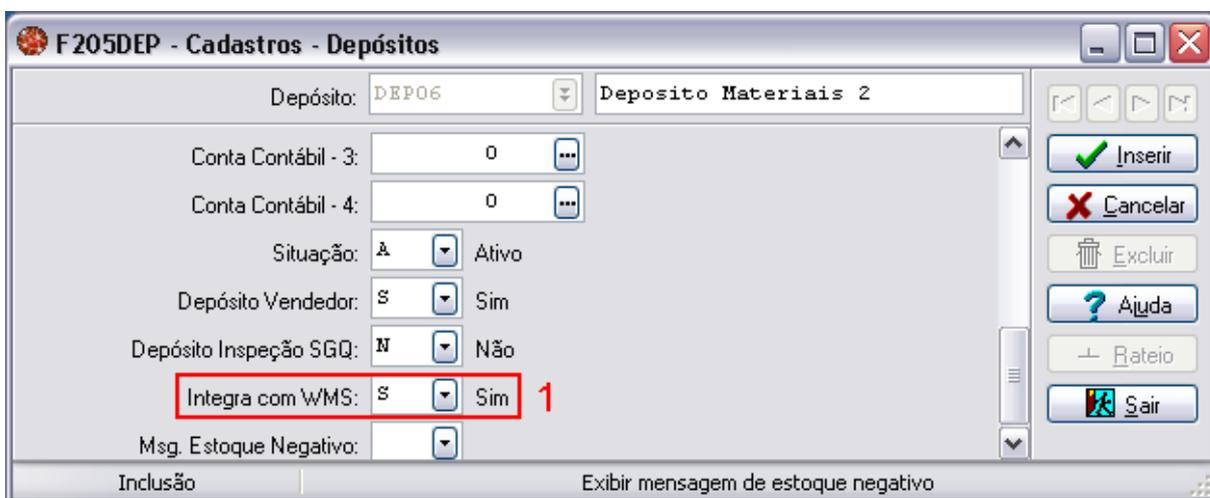

Figura 4
Cadastros > Mercado e Suprimentos > Depósitos > Cadastro (tela F205DEP), e efetuar os cadastros conforme a sua necessidade. O campo “integra com WMS” deverá ser obrigatoriamente preenchido com SIM (1) conforme exemplificado na figura abaixo (figura 4).